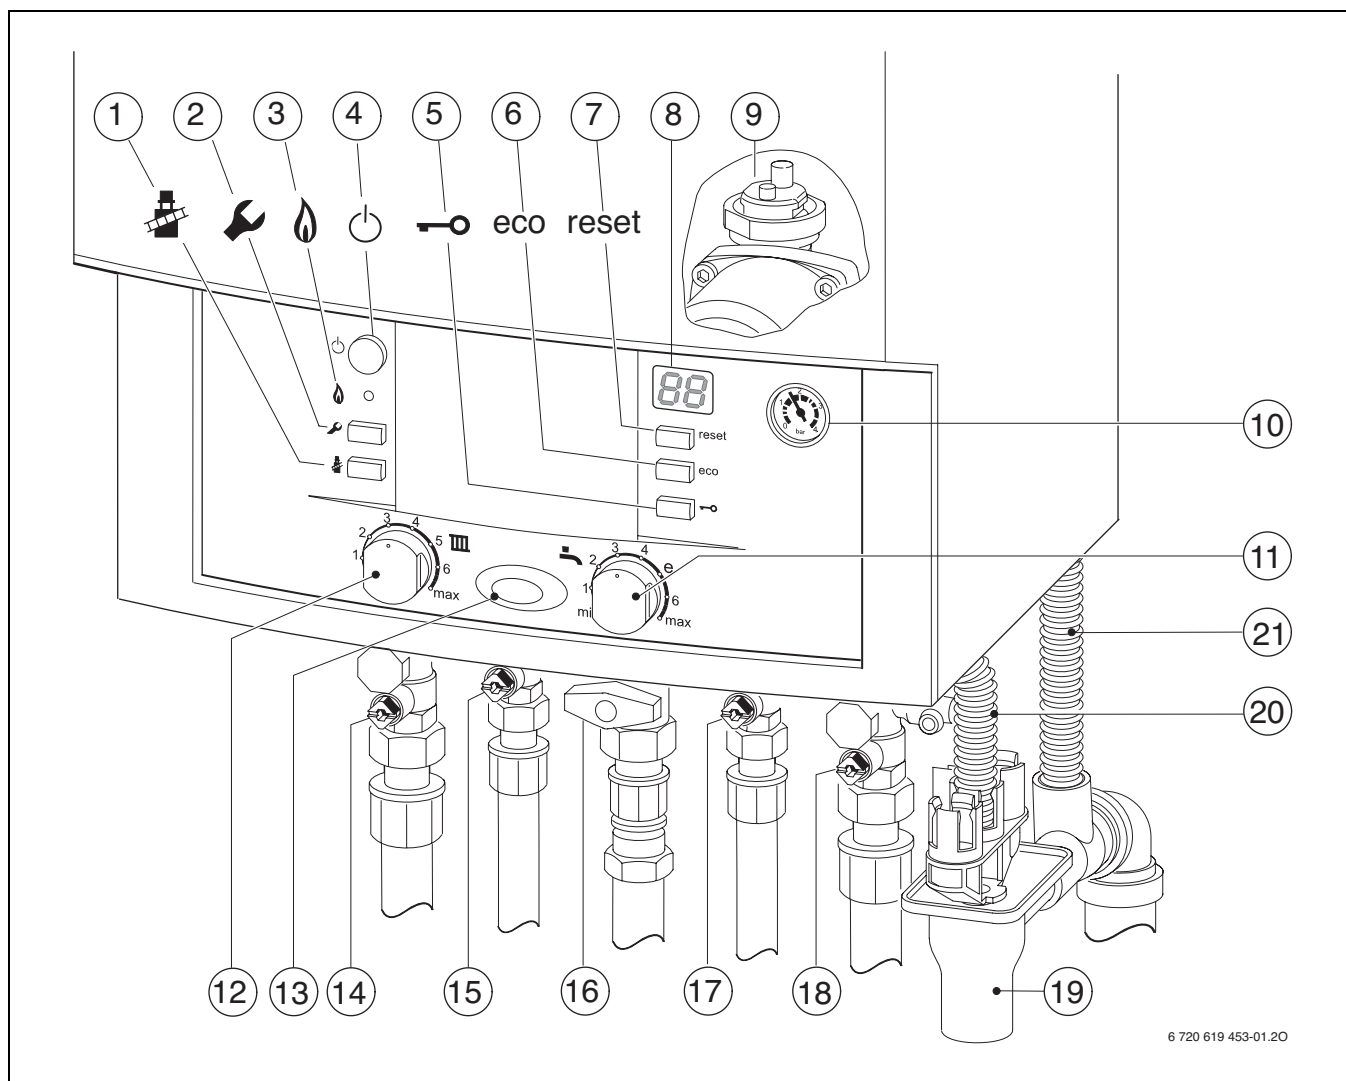

Fig. 42 ZWBR...
- ▶ Deschideți robinetul de încălzire pe tur și pe retur (14 și 18, Fig. 42) și umpleți instalația de încălzire la 1 - 2 bari și închideți robinetul de umplere.